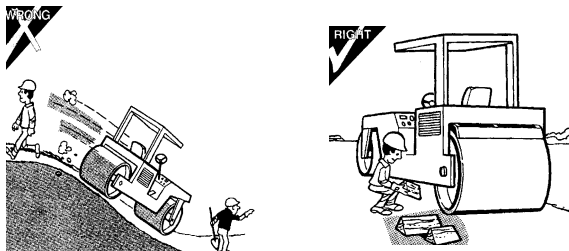

Figura 2-34 Esquema
- Se o tempo de parada for longo, o pneu deve ser calçado com um calço de madeira (consulte a Figura 2-34).